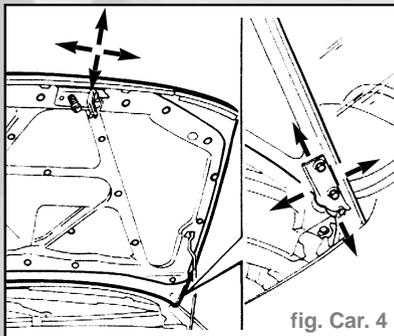

fig. Car. 4
- Desserrer les vis de fixation du capot moteur, ensuite en régler la position (fig. Car. 4).